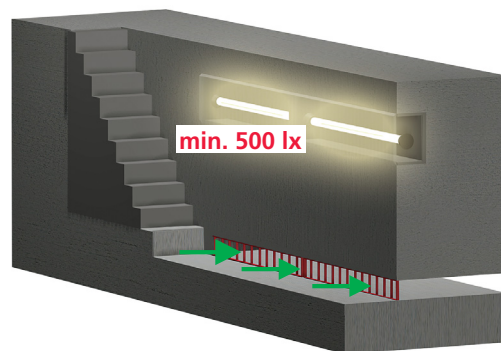

Figura 8
- 19 Le luci elettriche garantiscono un'illuminazione sufficiente all'interno della fossa (500 lx)? (Figura 8)